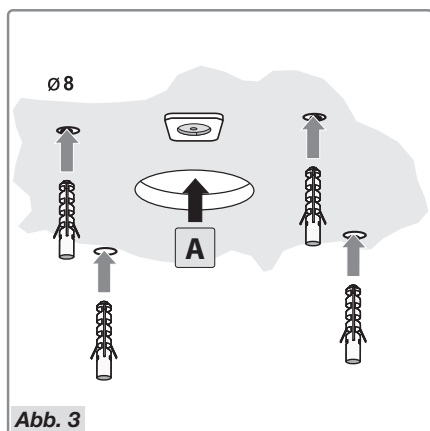

Abb. 3
- Sorgen Sie für die Luftabzugsöffnung **A** (Abb. 3).